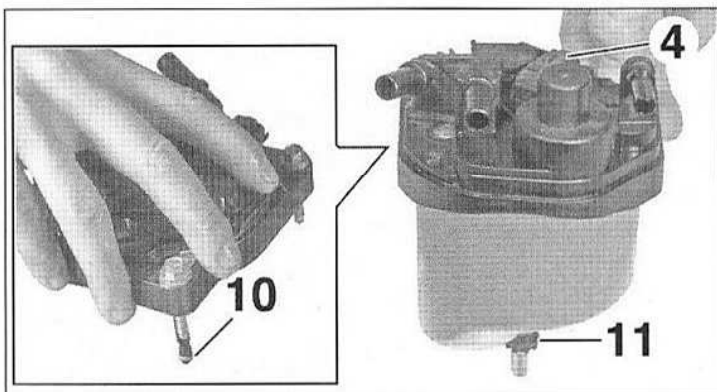

Fig.76
- Contrôler l'état du joint (10) de la vis de purge d'eau (4) (Fig.76).
- Vérifier que la vis de purge d'eau (4) est bien déverrouillée.
- Visser, sans les serrer, les vis (6).
- Verrouiller la vis de purge d'eau (4).
- Serrer les vis (6).
- Contrôler la présence de la bague de centrage (11).